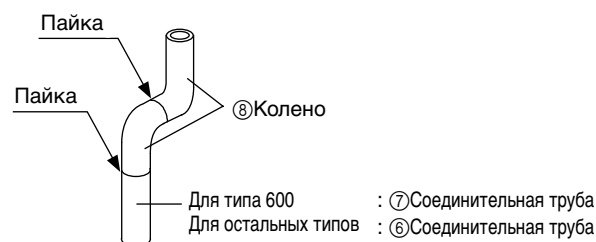

Рис. 4
- (1) Выньте медную заглушку и резиновое уплотнение, прикрепленное к трубопроводу и фланцу распределителя (газ) (опция).
- (2) Выполните сборку извне прибора, используя колено (8), соединительную трубу (7) (для типа 600) или соединительную трубу (6) (для остальных типов) и припаяйте (см. Рис. 4).